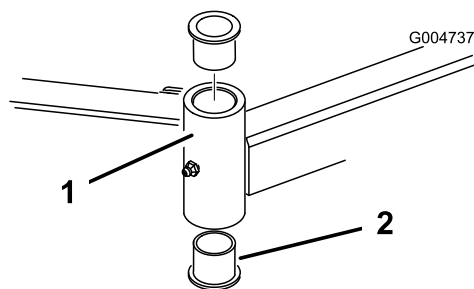

Bild 84
4. Stecken Sie einen Dorn oben oder unten in das Befestigungsrohr und treiben die Büchsen heraus (Bild 84). Treiben Sie dann die andere Büchse aus dem Rohr heraus. Reinigen Sie die Innenseite der Rohre.